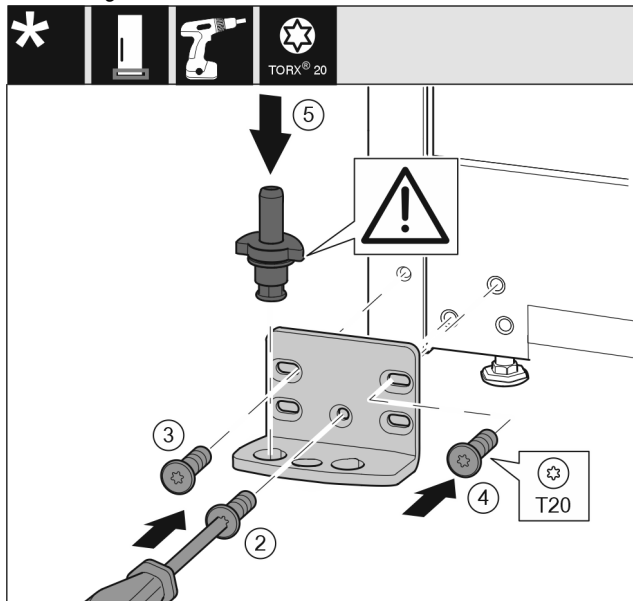

Fig. 15
- ▶ Поставете лагерната стойка от другата страна и я завийте с помощта на отвертка T20. Започнете с винт 2 долу в средата. Fig. 15 (2)
- ▶ Затегнете винт 3 и 4. Fig. 15 (3,4)
- ▶ Вкарайте изцяло лагерния болт. При това обърнете внимание на това, фиксиращата гърбица да сочи назад. Fig. 15 (5)